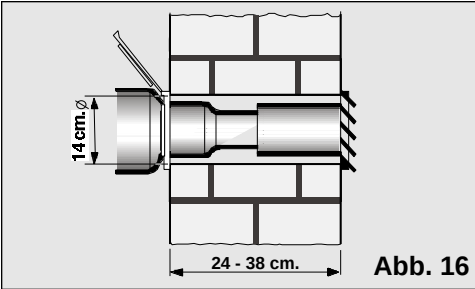

Abb. 16
- ☐ Um die Warmluft durch die Wand abführen zu können, muss in der betreffenden Mauer für das Passrohr eine Öffnung mit 14 cm Durchmesser gebohrt werden, siehe **Abb. 16**.